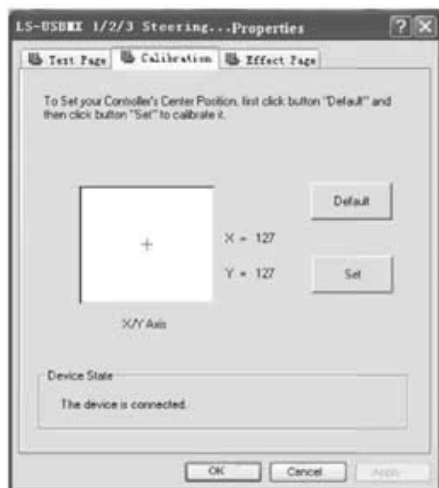

Рис. 8
- **Калибровка руля.** Эта опция используется только для калибровки при неисправностях центрирования руля в аналоговом режиме (светодиодный индикатор горит красным): если крест-курсор находится не по центру X / Y осей, как показано на рис. 8, пожалуйста, нажмите «По умолчанию» (Default), затем нажмите кнопку «Установить» (Set).